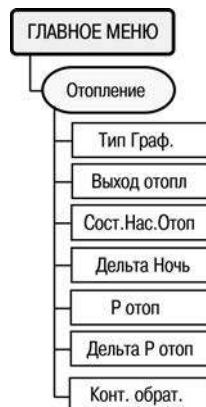

Рисунок 6.10
6.11.1 Пункт меню «**Отопление**» (рисунок 6.10) включает в себя параметры, ответственные за функционирование контура отопления.